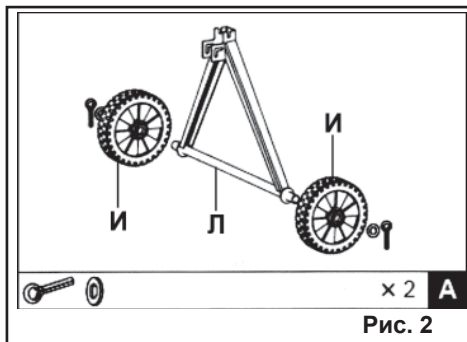

Рис. 2
6.1. Из пакета **A** достаньте шплинты и шайбы, установите на оси задней стойки (Л) колеса (И). Установите на ось снаружи шайбы и зафиксируйте колеса (И) на оси шплинтами, вставив их во внешние отверстия оси (Рис. 2).